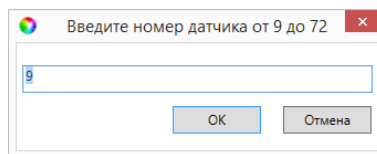

Рисунок 7.40 – Ввод номера радиоустройства
2. В открывшемся окне укажите номер радиоустройства из числа еще не занятых в нумерации ШС и радиоустройств (в указанном диапазоне) и нажмите кнопку *ОК* (см. рисунок 7.40).